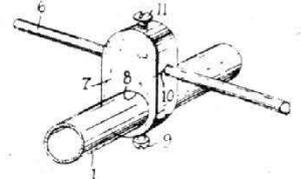

Fig. 4
La figure 4 représente le détail d'un support isolant (7) utilisé pour la fixation des éléments parasites. Cette pièce comporte un trou (8) lui permettant d'être enfilée sur le mât porteur (1). Elle y est orientée et fixée en usine par la